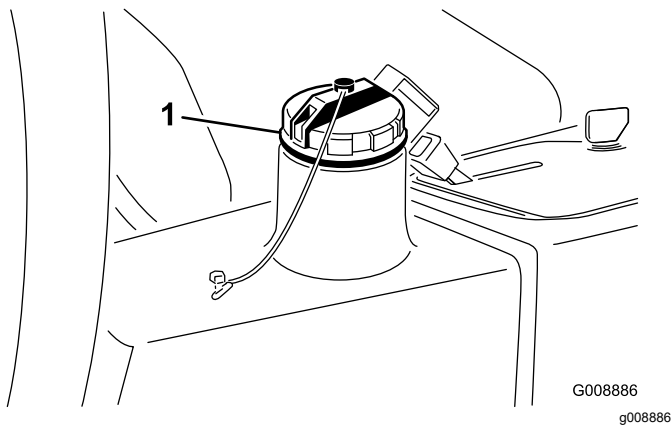

Bild 82
4. Füllen Sie den Behälter (Bild 82) mit ca. 22,7 Liter Hydrauliköl, siehe Hydrauliköl – technische Angaben \(Seite 58\).